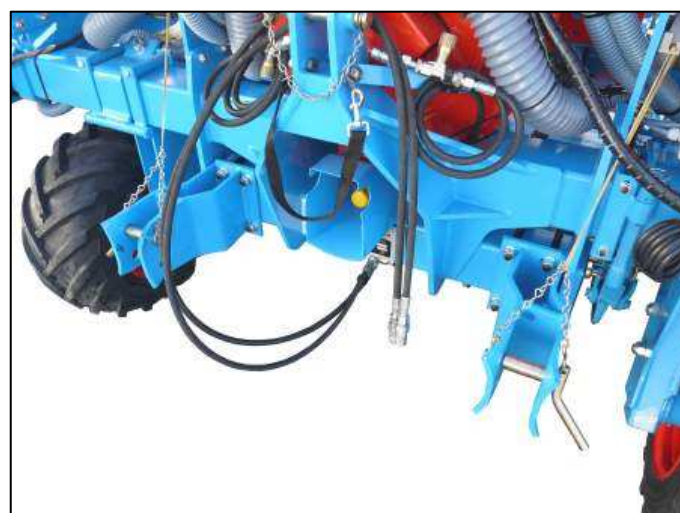

Fig. 6
- déport 13 cm (attelage à broches catégorie n°2) (fig. 6)
- 13 cm offset (pin coupling category n°2) (fig. 6)
- Versatz 13 cm (Anbau mit Steckern Kategorie Nr°2) (Abb. 6)
-spostamento 13cm (aggancio a spinotti categoria n°2) (fig. 6)